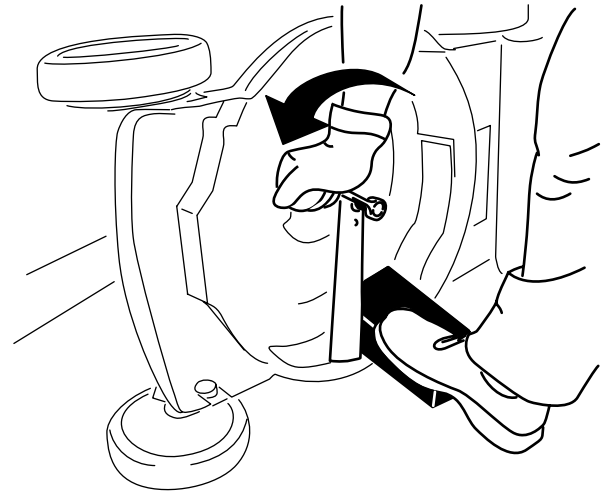

Figura 15
2. Utilice un bloque de madera para inmovilizar la cuchilla (Figura 15).
3. Retire el perno de la cuchilla y la cuchilla; guarde el perno de la cuchilla (Figura 15).